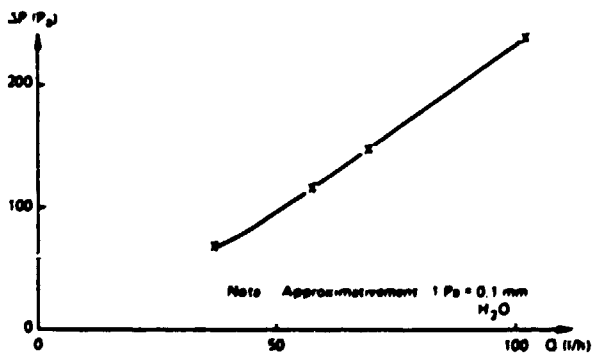

Figure 1
- Perte de charge (voir fig. 1).